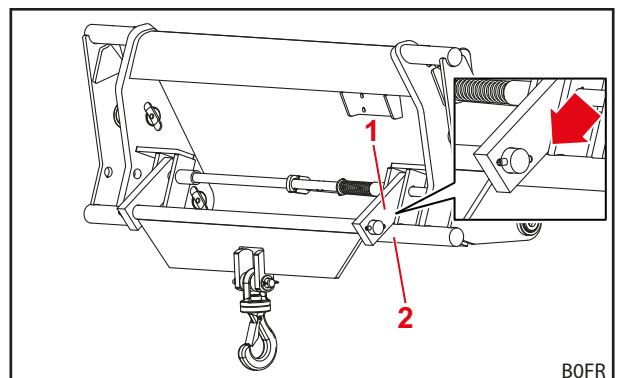

Fig. 91 Posisjonen til redskapet for transport av last
- (1) Senk frontlasteren helt ned på bakken hvis det ikke finnes noen senkesikring.
- (2) Fest lasten i kroken.
- (3) Løft frontlasteren til lasten henger fritt.
- (4) Posisjoner redskapet lik at brakettene ligger på de nedre diagonalstrevne til skifterammen (se Fig. 91).
- (5) Kjør ytterst forsiktig til stedet der lasten skal settes ned.